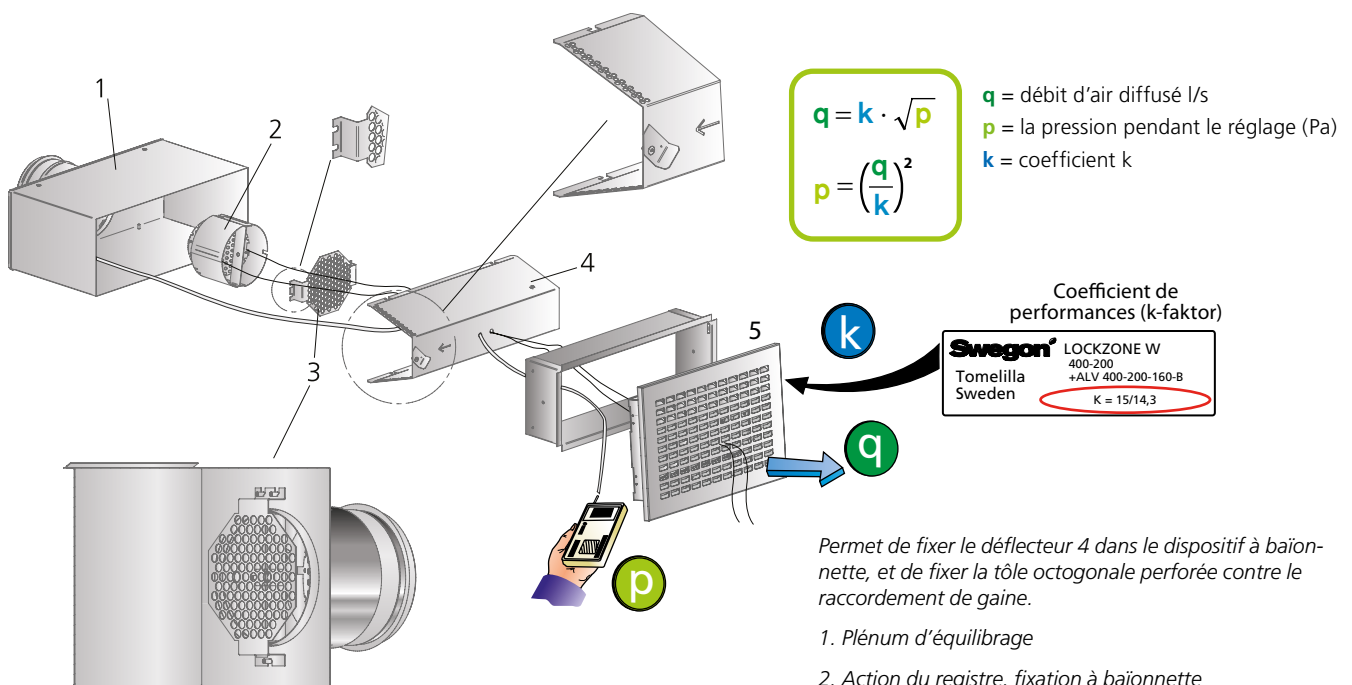

Figure 1. Installation. Équilibrage.
Voir Figure 1.
4. Le montage et démontage des composants sont illustrés à la Figure 1.
Le coefficient nominal de performances du diffuseur (coefficient k) figure sur la plaque d'identification du produit ainsi que dans les instructions d'équilibrage sur [www.swegon.com](http://www.swegon.com). Voir Figure 1.
Si nécessaire, nettoyer le diffuseur à l'eau tiède additionnée de détergent pour vaisselle, ou à l'aspirateur avec l'accessoire brosse. Pour accéder aux conduits, déposer la section diffuseur et le déflecteur acoustique, orienter les disques vers le côté et déposer le registre par pivotement. Voir Figure 1.